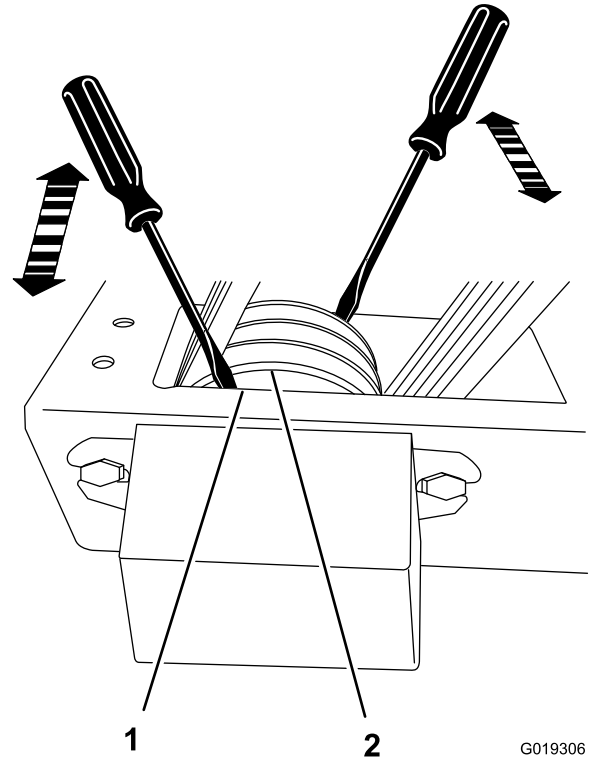

Figura 50
- Compruebe que la polea del eje está bien sujeta al eje haciendo palanca con un destornillador entre el hueco de la base y los extremos de la polea (Figura 50). Si la polea no está bien sujeta al eje, alinee y sujete la polea; consulte el paso 3 de Alineación de las poleas (página 38).